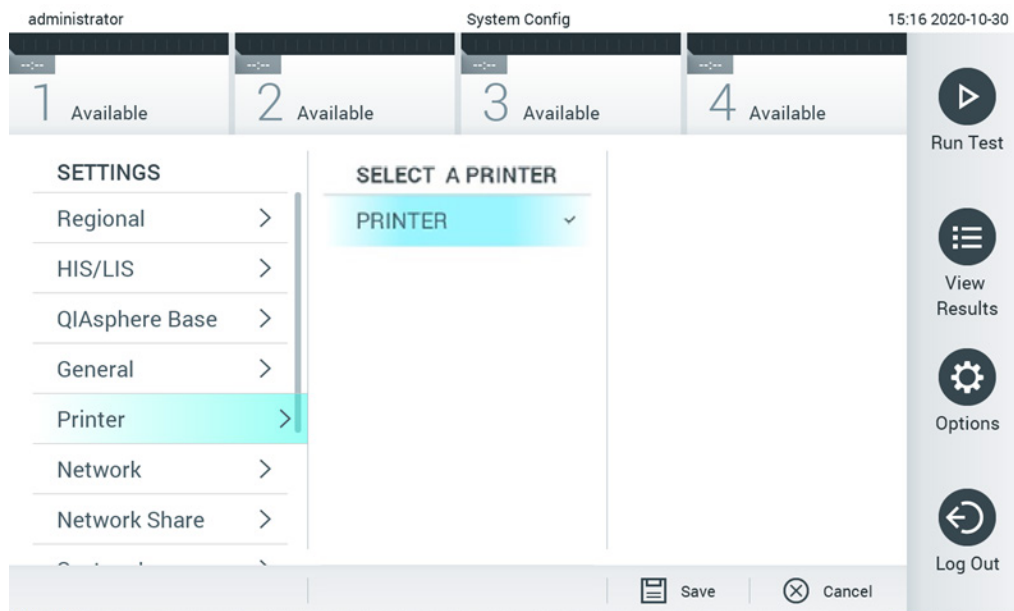

Рис. 67. Вибір системного принтера.
3. Виберіть принтер зі списку доступних принтерів (рисунок 67).